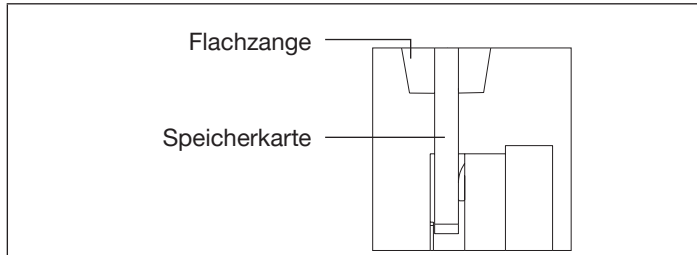

Fig. 28: Vertikales Einsetzen der Speicherkarte
- Nach Überwindung der Federkraft die Speicherkarte senkrecht einsetzen. Siehe Fig. 28.